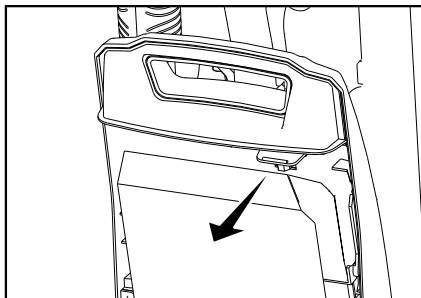
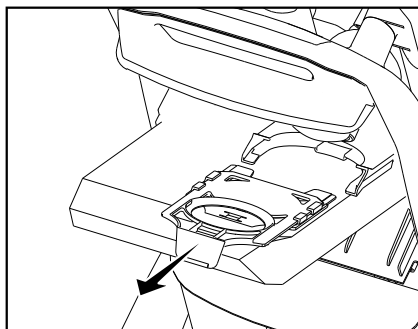

Fig. 1
Fig. 2
- Retirez le sac usagé en tirant vers l'extérieur de l'aspirateur sur la languette du col de sac bleu (Fig. 1). Retirez le sac usagé en le faisant glisser hors du support ce qui clôt automatiquement le sac (Fig. 2). Jetez le sac usagé.